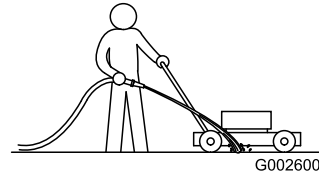

Figure 16
3. Mettez le moteur en marche et engagez la lame, puis dirigez un jet d'eau devant la roue arrière droite (Figure 16).